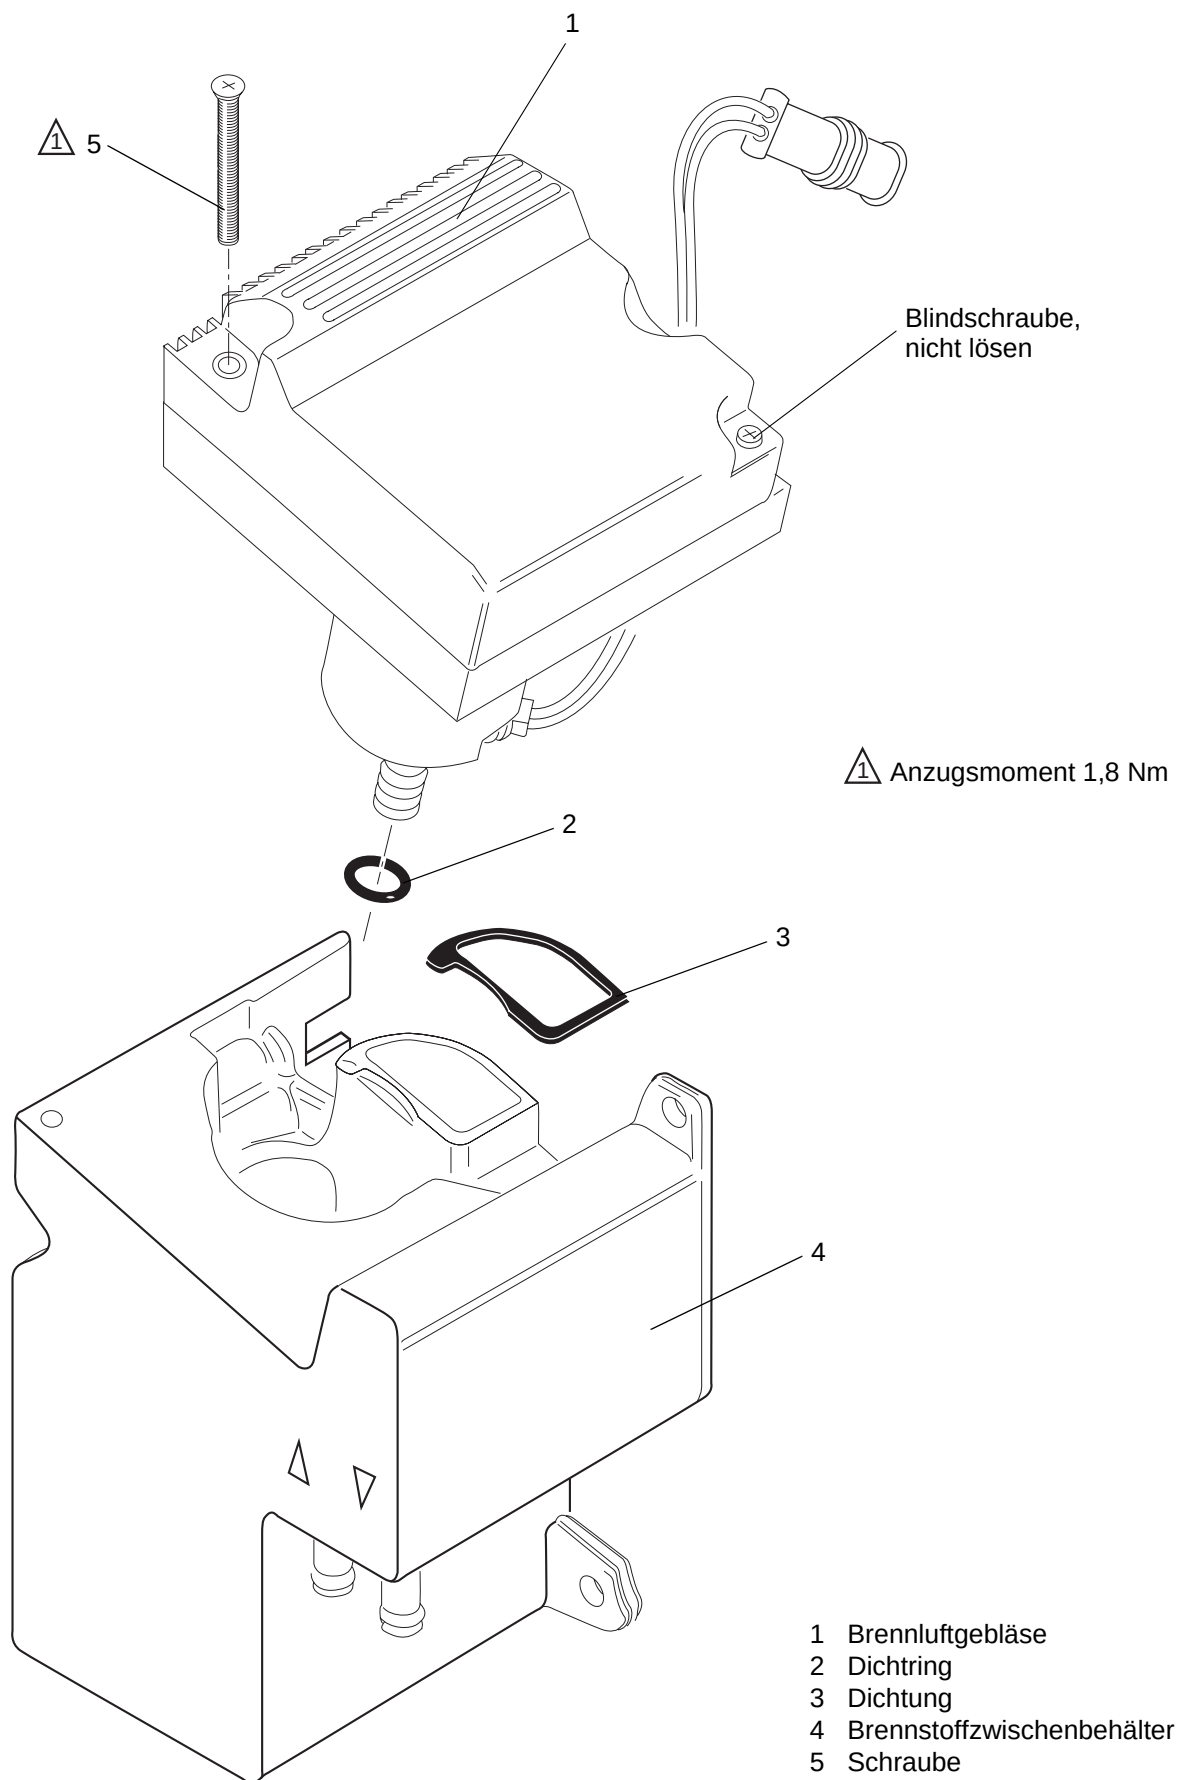

Abb. 905 Wechsel des Brennluchtgebläses bzw. des Brennstoffzwischenbehälters
3. Schraube (5, Abb. 905) entfernen.
4. Brennluftgebläse (1) aus dem Einbauraum herausziehen und ggf. mit Dichtring (2), Dichtung (3) und Schraube (5) aussondern.
Beim Einbau eines neuen Brennluftgebläses sind grundsätzlich die Ersatzteile aus dem Ersatzteil-Kit zu verwenden. Die Abdichtung erfolgt mit einer neuen Dichtung (3, Abb. 905).
4. Schraube (5, Abb. 905) entfernen.
5. Brennluftgebläse (1) aus dem Einbauraum herausziehen. Ggf. Dichtung (3) entfernen.
6. Ggf. Brennstoffzwischenbehälter (4) aussondern.
Beim Einbau eines neuen Brennstoffzwischenbehälters sind grundsätzlich die Ersatzteile aus dem Ersatzteil-Kit zu verwenden. Die Abdichtung erfolgt mit einer neuen Dichtung (3, Abb. 905).